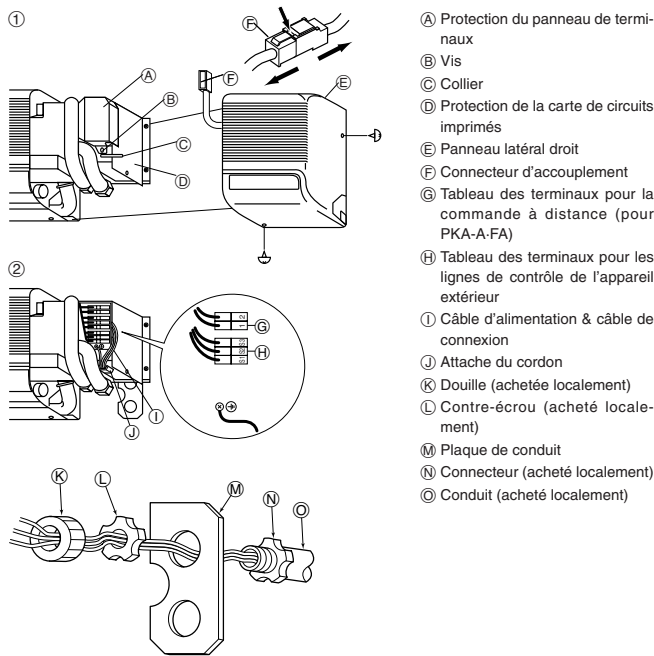

Fig. 6-1
6.1. Appareil intérieur (Fig. 6-1)
① Déposer le panneau latéral droit.